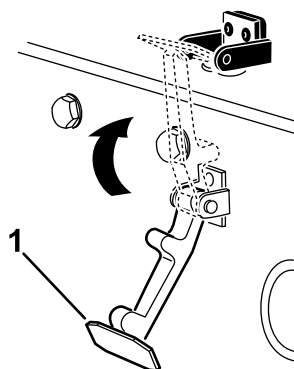

Figura 34
6. Prinde clichetul capotei pe suportul clichetului capotei (Figura 34).